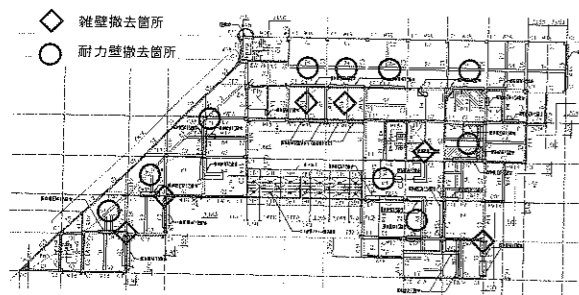
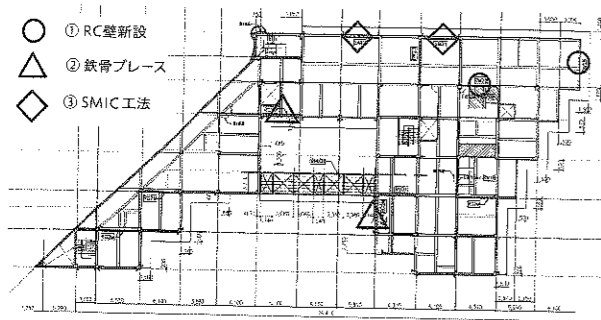

図6 既存2階 構造壁撤去部分
図7 主な追加構造補強 2階平面図
構造は耐震改修の経験のある東京と神戸に事務所のある(有)スパン設計事務所に依頼し設計を進めた。既存図面による簡易検討から始まり、次に既存躯体の調査とコンクリート抜き取り強度試験、非破壊検査による鉄筋の確認をした上で新しい平面計画での構造検討と耐震補強の内容を話し合いながら方法を決定した。既存は複雑な形状の躯体であり、個室化による平面の大幅変更により通路動線の確保、避難用開口部の確保（腰窓から掃出し窓へ）などから耐震要素を撤去する箇所も多く補強方法と補強箇所も検討を要した。2階を例に示すと、図6の○部分が既存躯体の耐力壁撤去部分になる。◇部分が雑壁の撤去部分を示す。新たな耐震要素として①RC壁新設（図7、8）、②鉄骨ブレース、③SMIC工法による開口部を残す補強（図7、9）を採用した。ほかにも④炭素繊維巻補強、⑤梁幅拡張補強を必要な箇所に施した。